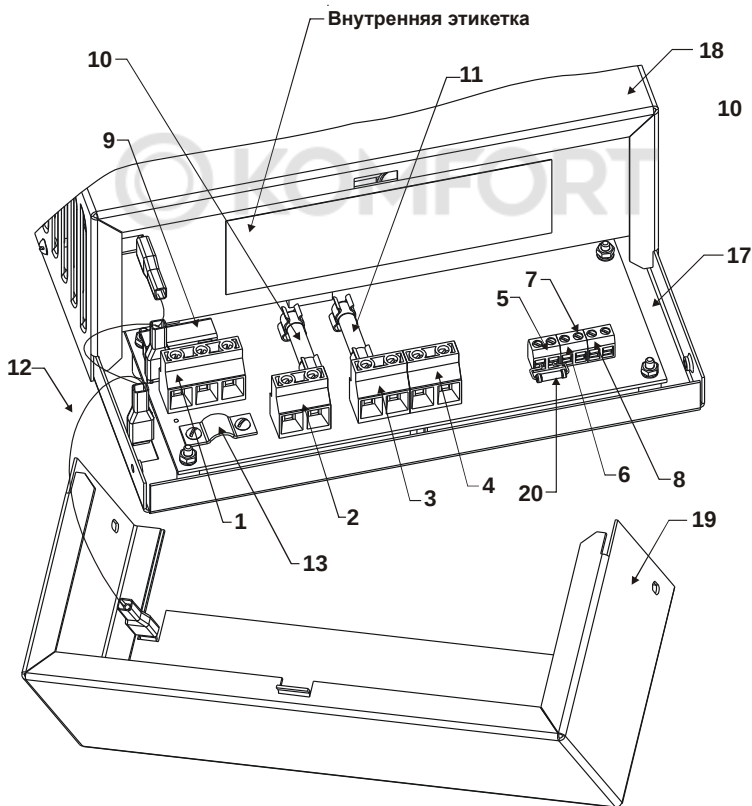

Рисунок 1
Источник размещен в металлическом корпусе, состоящем из днища, кожуха основного и кожуха монтажного отсека. Кожух основной скрывает радиоэлементы, не требующие обслуживания при эксплуатации источника, под кожухом монтажного отсека расположены элементы коммутации и защиты (рисунок 1), которые размещены на печатной плате.
Снимите кожух монтажного отсека поз.19 рисунок 1 для доступа к элементам коммутации и защиты. При необходимости отсоедините перемычку заземления поз.12 рисунок 1.
- ♦ Подключите, соблюдая фазировку, сетевые провода и провод заземления или шнур питания сетевой (входит в комплект поставки) к соответствующим контактам колодки «Сеть», пропустив их под прижимной планкой (поз.13 рисунок 1), предварительно ослабив фиксирующие ее винты не более чем на 4-5 оборотов, после чего затяните винты прижимной планки до обеспечения жесткой фиксации проводов.
- ♦ Закройте кожух монтажного отсека поз.19 рисунок 1, подсоединив к нему перемычку заземления поз.12 рисунок 1, если она была отсоединена.